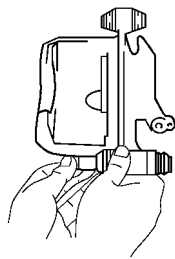

图 15-74 拆下滑套
(4) 拆下滑套。从分泵拆下两个滑套，如图 15-74 所示。